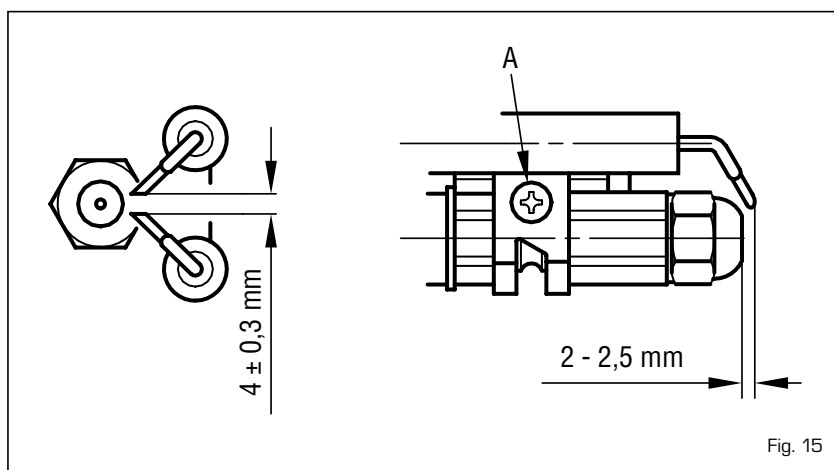

Fig. 15
Para efectuar la limpieza del cabezal de combustión proceder como sigue a continuación (fig. 15):
- Aflojar los tornillos (A fig. 15) del soporte de electrodos y quitarlo.